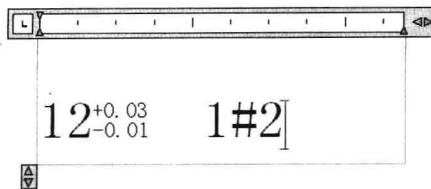
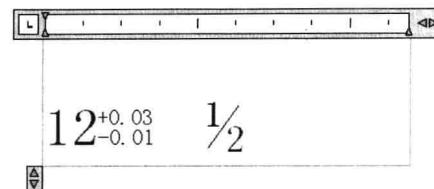

图 5-2-26
图 5-2-27
(6) 输入 “1#2”，如图 5-2-26 所示。选择文字 “1#2”，使其反黑显示，右击弹出菜单，选择“堆叠”，由对角线分隔文字，如图 5-2-27 所示。